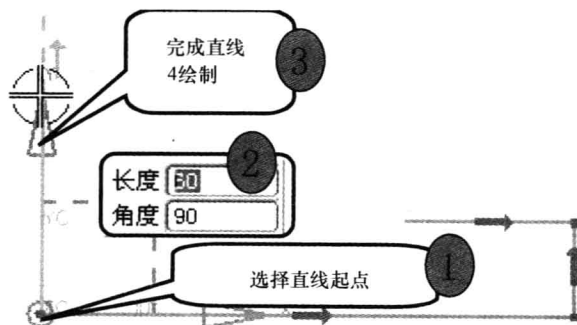

图 1-10 绘制直线 4
(7) 直线段 4 的绘制，开启【配置文件】命令，选择【直线 1 端点】为直线起点，在长度框中输入【60】，角度框中输入【90】，按 <Enter> 完成直线 4 绘制，如图 1-10 所示。